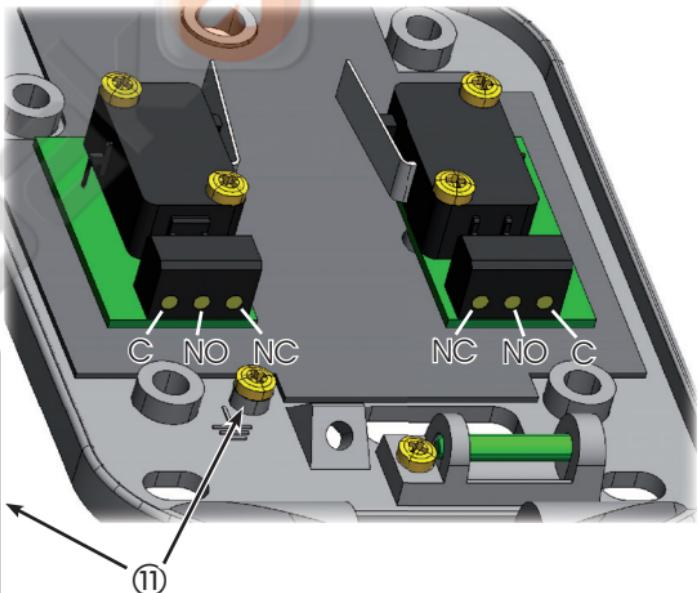

Fig. 5
- Collegare i cavi elettrici provenienti dall'automazione nelle apposite morsettiera dei micro interruttori (Fig.5) in funzione della tipologia del comando:
5. Connect the electric cables coming from the automated system to the relevant terminal-boards of the microswitches (Fig.5) according to the type of command: